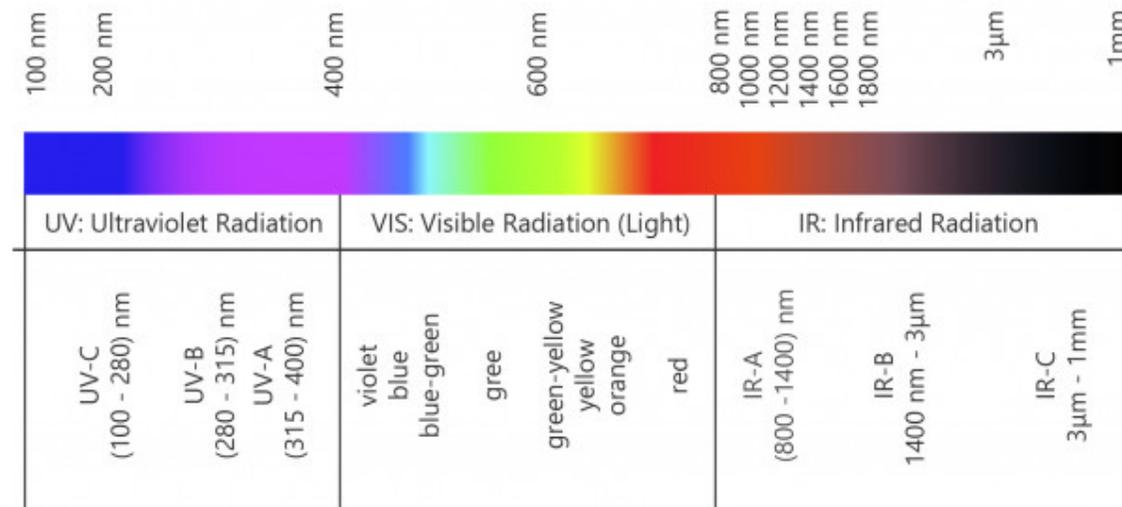

Abb. 1: Der Wellenlängenbereich elektromagnetischer Strahlung
Wird weißes Licht auf ein Prisma gelenkt, so entsteht hinter dem Prisma ein prächtiges Farbband mit einer Reihe charakteristischer Farben (Bild 1). Es kommt zur Auffächerung des Lichtes in seine Bestandteile, die Spektralfarben. Spektralfarben sind die Farben Rot, Orange, Gelb, Grün, Blau und Violett. Die Farbzerlegung von Licht in seine Bestandteile wird auch als Dispersion bezeichnet.
Beugungsgitter sind entscheidende optische Komponenten für eine Vielzahl von Anwendungen, z. B. für Spektrometer, andere Analysegeräte, Telekommunikation und Lasersysteme. Die Gitter enthalten eine mikroskopisch kleine, periodische Rillenstruktur, die das einfallende Licht durch Beugung in mehrere Strahlengänge aufteilt, so dass sich Licht verschiedener Wellenlängen in unterschiedliche Richtungen ausbreitet. Damit ähnelt die Funktion von Beugungsgittern der von Dispersionsprismen, wobei das Prisma Wellenlängen durch wellenlängenabhängige Brechung statt durch Beugung trennt (*Abbildung 1*). Für eine Diskussion der Unterschiede zwischen Beugung und Brechung von Licht lesen Sie unseren Anwendungshinweis Optics 101: Level 1 Theoretical Foundations.
Abbildung 1: Während Dispersionsprismen Wellenlängen durch Brechung trennen (oben), trennen Beugungsgitter stattdessen Wellenlängen durch Beugung aufgrund ihrer Oberflächenstruktur (unten).
Untersucht man das Licht, das eine Glühlampe, eine Kohlebogenlampe oder die Sonne emittiert, besteht das Emissionsspektrum aus einem durchgehenden farbigem Band, in dem die verschiedenen Farben von rot bis violett nahtlos ineinander übergehen (**Abb. 1**). Ein solches Spektrum nennt man **kontinuierliches Emissionsspektrum** (continuum (lat.); zusammenhängend, fortwährend). Glühlampen aus verschiedenen Materialien zeigen dabei ein annähernd identisches kontinuierliches Emissionsspektrum.
© **Abb. 1** Prinzipieller Aufbau und zugehörige Beobachtung bei der Aufnahme des Emissionsspektrums einer Glühlampe, einer Kohlebogenlampe oder der Sonne
Gemäß DIN 5031 beschreibt der Begriff „*optische Strahlung*“ elektromagnetische Strahlung im Wellenlängenbereich von 100 nm bis zu 1 mm (vgl. Abb. 1). Die Begriffe „Licht“ und „sichtbare Strahlung“ (VIS) beziehen sich auf den Wellenlängenbereich zwischen 360 nm und 830 nm. Diesen Bereich kann das menschliche Auge wahrnehmen. Optische Strahlung mit kürzeren Wellenlängen als 400 nm wird auch als ultraviolette Strahlung (UV) bezeichnet und ist weiter unterteilt in UV-A, UV-B und UV-C. Ähnlich deckt infrarote (IR) Strahlung den Wellenlängenbereich oberhalb von 800 nm ab und ist unterteilt in IR-A, IR-B und IR-C (DIN 5031, Teil 7). **Geräte zur Messung optischer Strahlung spektral aufgelöst heißen Spektrometer. Sind diese radiometrisch kalibriert spricht man von Spektralradiometern.**
Abb. 1: Emissionsspektren von natürlichem Sonnenlicht und dem Himmel, von künstlichem Licht einer Glühlampe bei verschiedenen Temperaturen, von einer Quecksilberdampf Lampe sowie von einer Halogenmetaldampf Lampe
Wenn eine Mischlichtquelle einen relativ breiten Wellenlängenbereich lückenlos abdeckt, so hat diese Strahlung ein kontinuierliches Spektrum. Typische Beispiele kontinuierlicher Strahlungsspektren sind direktes sowie diffuses Sonnenlicht und das von Glühlampen emittierte Licht. Andererseits existieren in Bandspektren Lücken, die individuelle Strahlungsbereiche voneinander trennen. Wenn ein Spektrum mehrere Spektrallinien mit monochromatischem Verhalten besitzt, so wird dieses als Linienspektrum bezeichnet. Typische Beispiele hierfür sind Gasentladungslampen wie z. B. Helium- oder Xenonlampen und Metalldampflampen (wie etwa Quecksilberdampflampen). Mischdampfentladungslampen werden verwendet, um eine gleichmäßigere Spektralverteilung zu erreichen (vgl. Abb. 1).